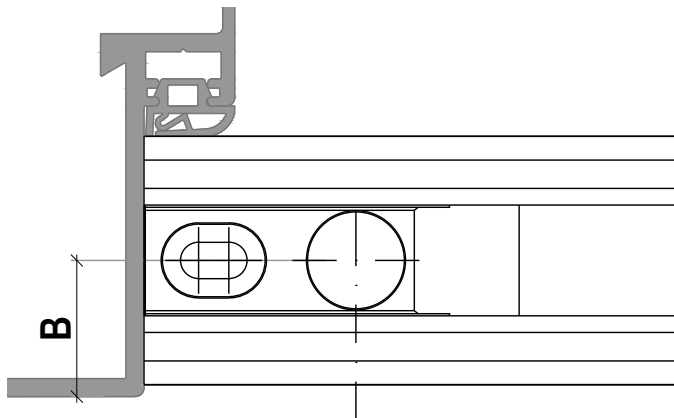
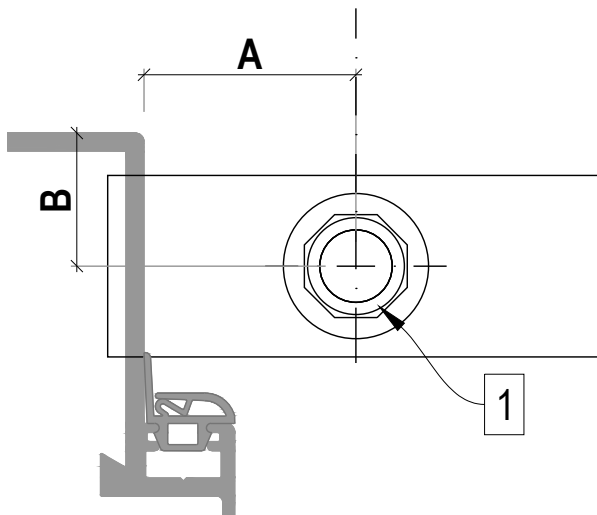

Abbildung 1 | Figure 1
Abbildung 2 | Figure 2
3. ... der Achsabstand "A" des Zapfenlagers in der Gleitschiene - oben - (Abbildung 1) mit der Achse des Bodenlagers (Abbildung 2) übereinstimmt und auch das Maß "B" oben, sowie unten gleich ist.
3. ... the axis of the pivot bearing in the slide rail - top - (Figure 1) corresponds to the axis of the bottom bearing (Figure 2) and the dimension "B" at the top and bottom is also the same.